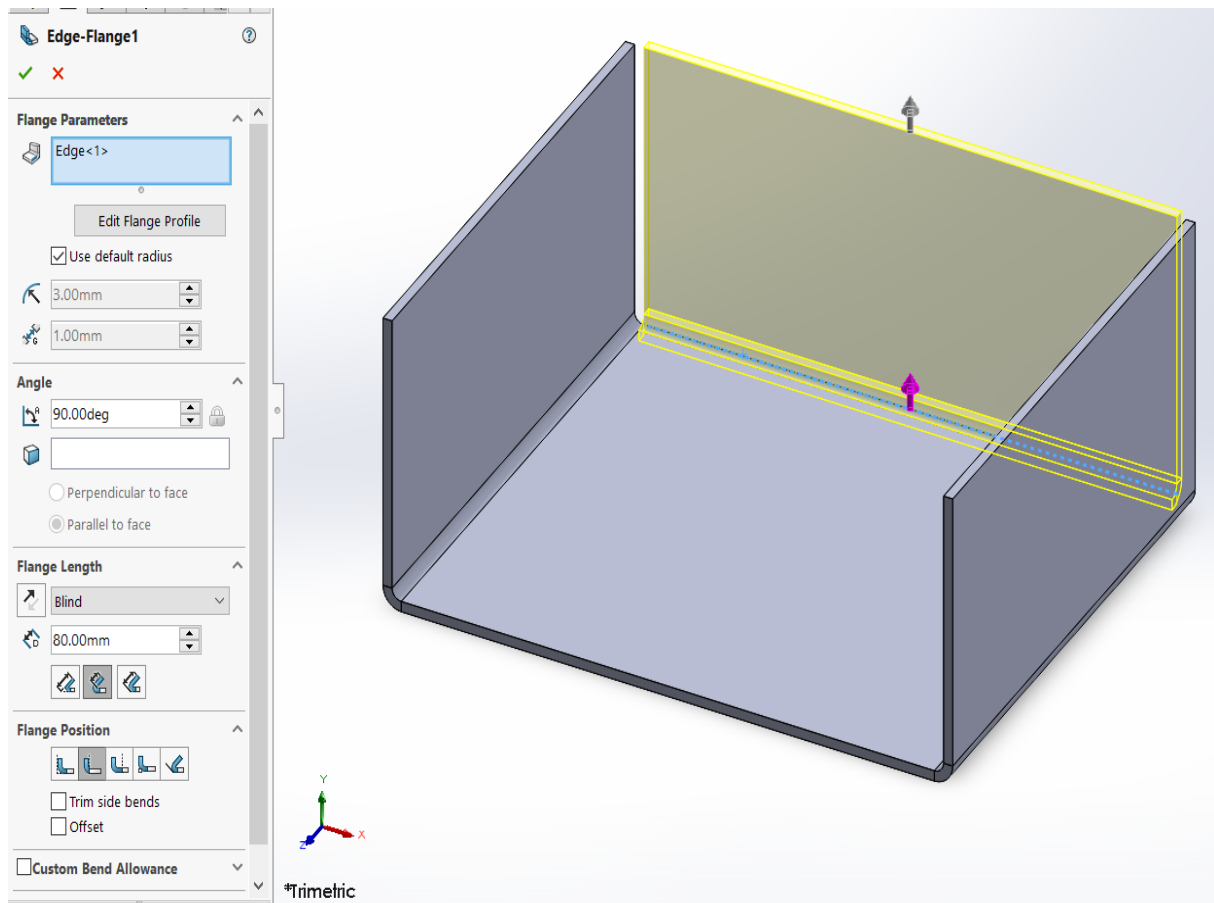

Рисунок 5.3 – Побудова задньої стінки
- **Розміщення кромки** – **Матеріалом зовні**  (рис. 5.3).
2. Для цього необхідно вибрати торці кутових фланців, які були створені раніше (див. рис. 5.3, 5.5, 5.6).